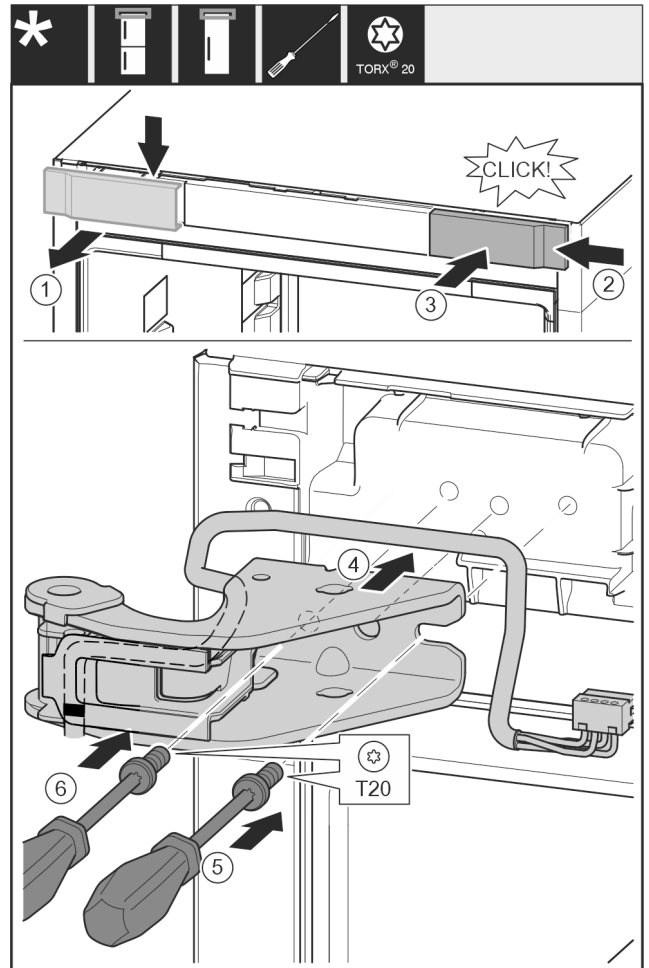

Fig. 32
- ▶ Afdekking van boven naar voren toe verwijderen. Fig. 32 (1)
- ▶ Afdekking 180° gedraaid op de andere kant van rechts aanbrengen. Fig. 32 (2)
- ▶ Afdekking vastklikken. Fig. 32 (3)
- ▶ Bovenste lagerbus plaatsen. Fig. 32 (4)
- ▶ Schroef met schroevendraaier T20 aanbrengen en vastdraaien. Fig. 32 (5)
- ▶ Schroef met schroevendraaier T20 aanbrengen en vastdraaien. Fig. 32 (6)